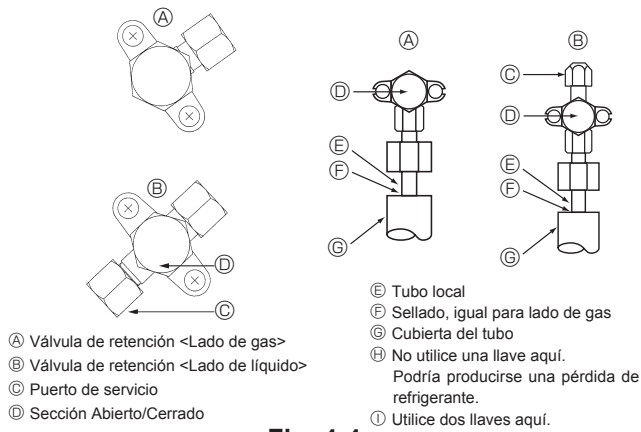
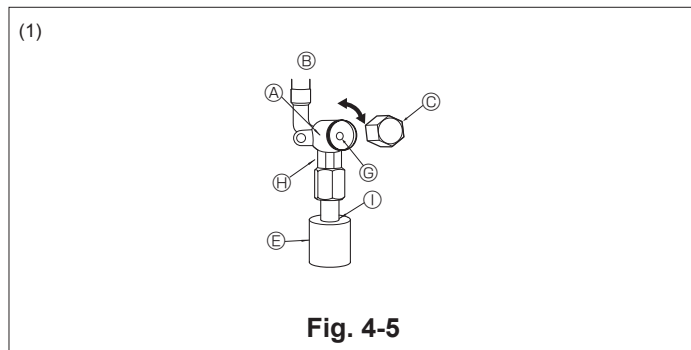

Fig. 4-4
Fig. 4-5
4.4. Prueba de fuga de gas del tubo de refrigerante (Fig. 4-4)
- Asegúrese de que las válvulas de parada ④ ⑤ están cerradas y no las abra.
- Añada presión a las líneas de refrigerante a través del punto ③ para reparaciones de válvula de parada de líquido ⑥.
- Si la presión se reduce en los pasos (2) o (3), hay una fuga de gas. Busque el punto de fuga del gas.
- Lado del gas (Fig. 4-5)